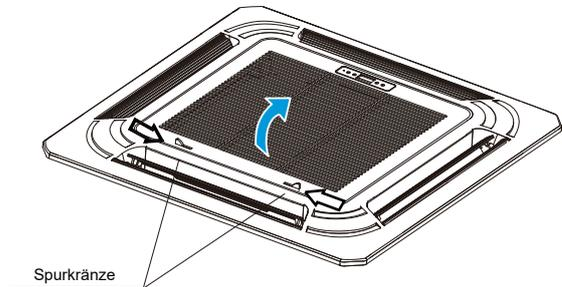

Abbildung 3.12
- (1) Drücken Sie die beiden Gitterverriegelungen in die durch die Pfeile angegebene Richtung gleichzeitig, um das Gitter anzuheben (Abbildung 3.12).